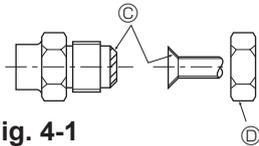

Fig. 4-1
(A) (Fig. 4-1)
(B) (Fig. 4-1)
4.2. Connexion des tuyaux (Fig. 4-1)
- Appliquer un film mince d'huile réfrigérante sur la surface du tuyau et du support du joint avant de serrer l'écrou évasé. (A)
- Utiliser deux clés pour serrer les connexions des tuyaux. (B)
- Appliquer de l'huile réfrigérante sur toute la surface évasée du fond. (C)
- Utiliser les écrous évasés correspondant aux tailles de tuyaux suivantes. (D)